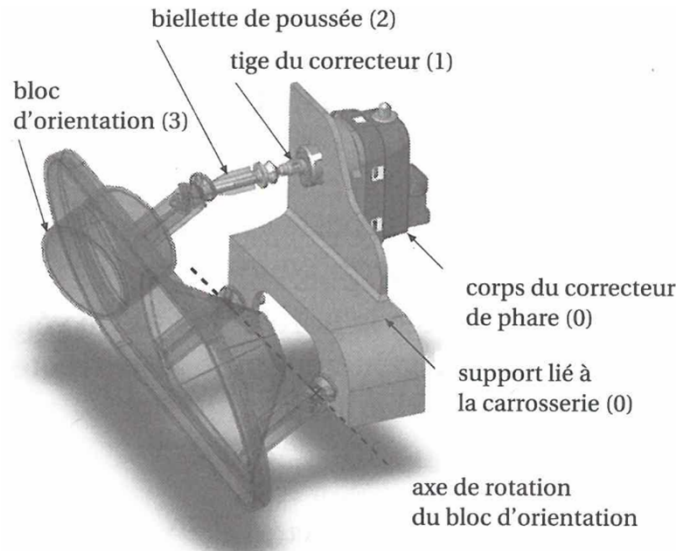

FIGURE 4 – Constitution du correcteur de phare
Le système considéré est constitué du bloc d'orientation (3) contenant les phares inclinables selon un axe, d'une bielle de poussée (2), du correcteur constitué d'un corps fixe par rapport au véhicule (0) et d'une tige (1) pouvant sortir/renter par rapport au corps (0). Une pièce intermédiaire (4) (Figure 4) est ajoutée au système pour assurer la liaison entre (3) et (0).